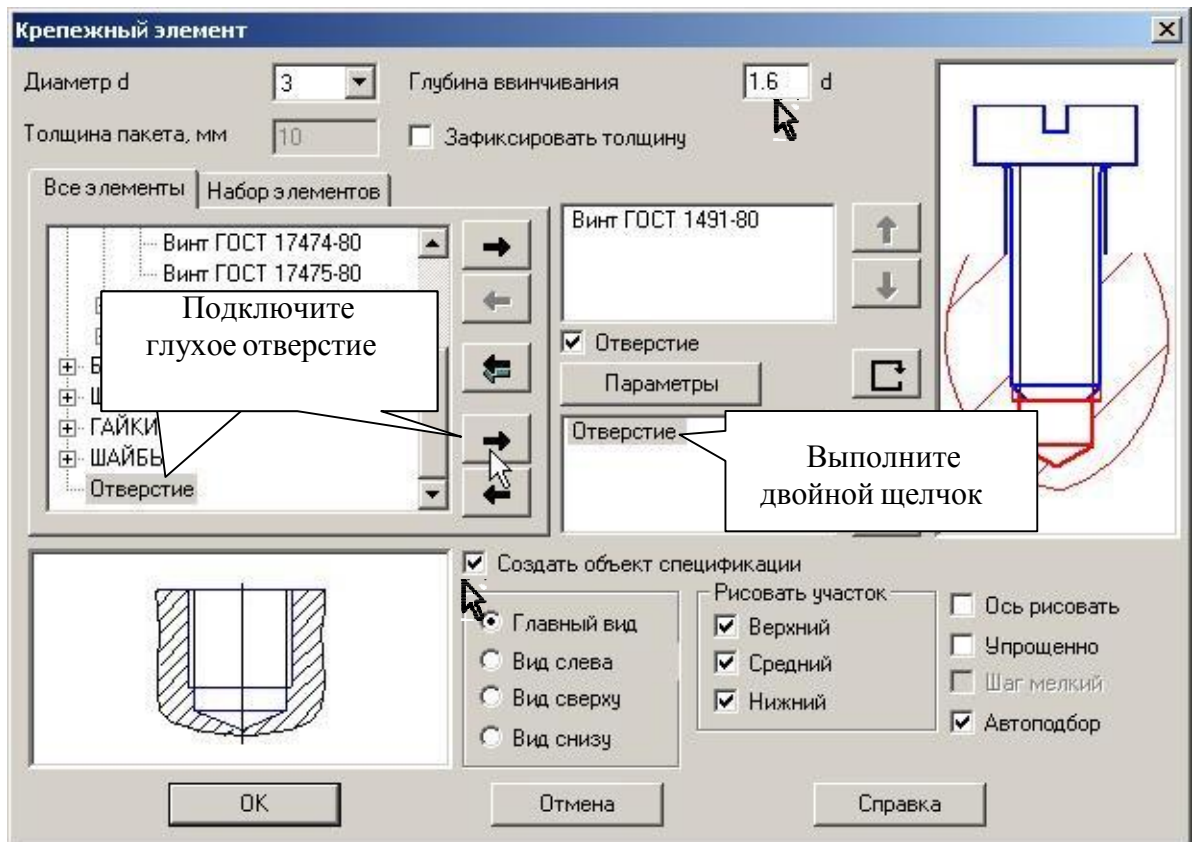
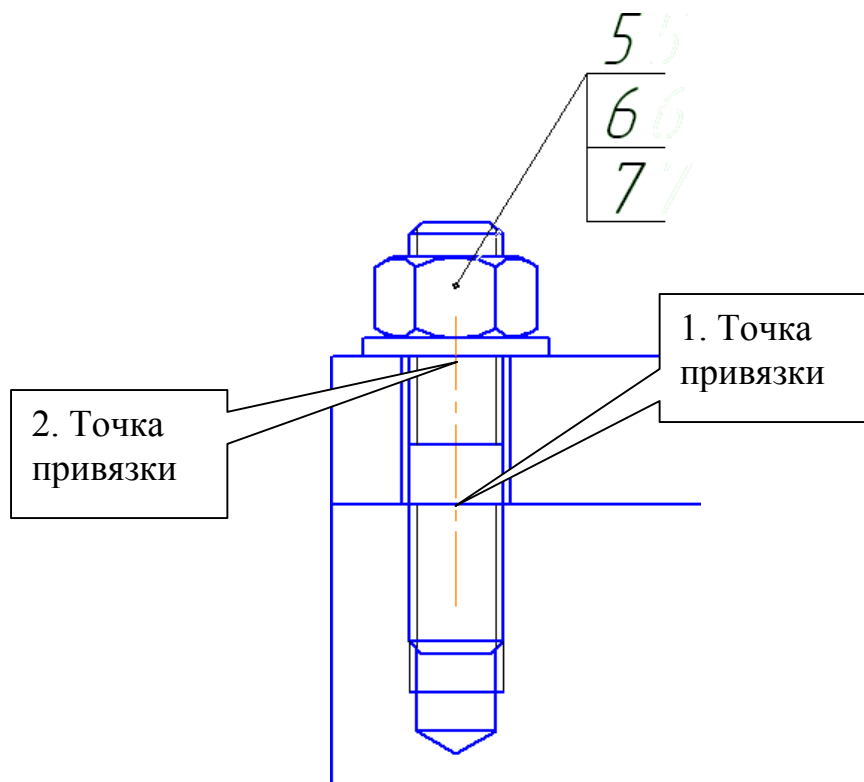

Рис. 19
Рис. 23
2) Для выполнения винтового соединения включите команду **Крепежный элемент**, выберите винт соответствующего стандарта, установите значение диаметра «3». Подключите глухое отверстие, переместив его внизнее окно, рис. 19. Установите глубину ввинчивания «1,6».
3) Выполните шпильчное соединение. Включите команду **Крепежный элемент**. Выберите шпильку указанного стандарта (шпилька данного стандарта вворачивается в деталь, изготовленную из чугуна). Проставьте диаметр шпильки «12». Подключите глухое отверстие и удалите вырыв так же, как и для винтового соединения, рис. 19, 20. Проставьте маркеры на командах **Отверстие**, **Создать объект спецификации**, **Автоподбор**, отключите маркер у команды **Ось рисовать**, рис. 22. Зафиксируйте точки привязки на чертеже, рис. 23. Проставьте номера позиций аналогично простановке номеров позиций в болтовом соединении.